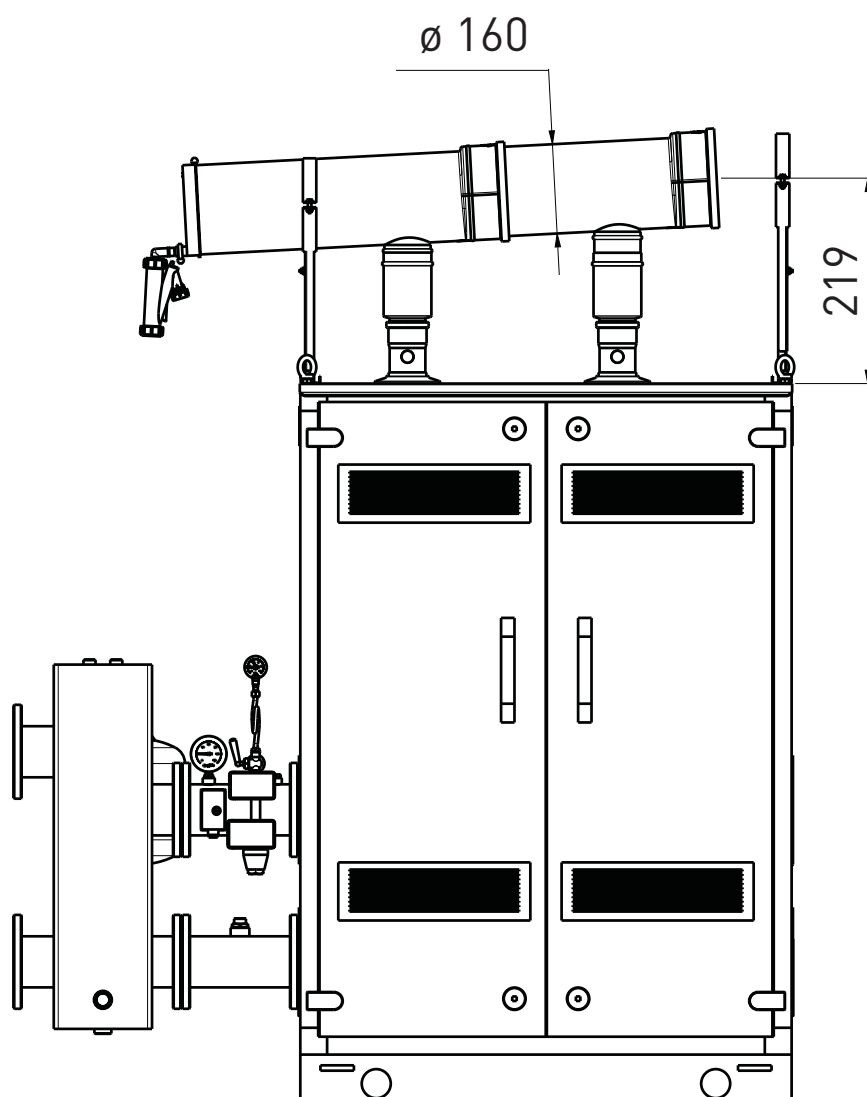

Fig. 6
2.7 KIT COLECTOR HUMOS PARA INSTALACIONES INTERNAS (fig. 6)
rencia a las fig. 6. Las soluciones indicadas tienen el colector de humos (de pedir aparte) con la salida situada a la derecha de los módulos. En cualquier caso se puede poner la salida a la izquierda simplemente